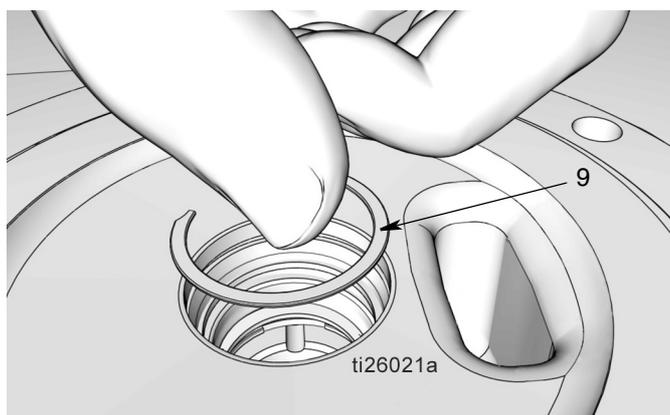

FIG. 41
- j. Coloque el clip (9) (FIG. 41). Deberá percibir un “clic” cuando se asienta correctamente el clip de retención en la ranura.